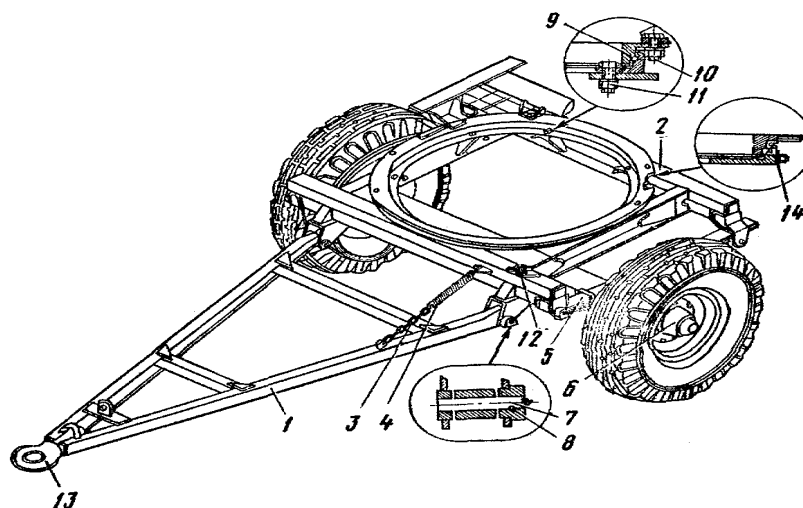

Рис. 4. Тележка поворотная:
4.3 **Тележка поворотная** (рис.4). Поворотная тележка состоит из рамы 2, поворотного круга 9, стопора поворотного устройства 12, дышла 1, пружины 4, оси передней с колесами и тормозами 6, передней подвески 5.
4.3.4. Дышло прицепа сварное, имеет вид жесткой треугольной рамы, состоящей из двух основных балок, соединенных между собой поперечинами. Сцепная петля 13 (см. рис.4) крепится к дышлу с помощью сварки.